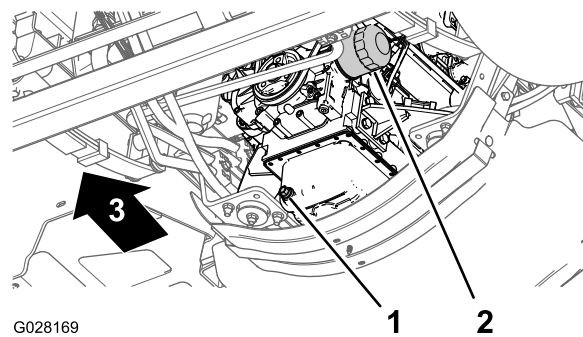

图 67
3. 在机油滤清器下放一个放油盘图 67。
4. 拆下旧机油滤芯图 67。
8. 将机油滤清器安装到滤清器安装座上顺时针旋转机油滤清器直至橡胶垫片接触到滤清器安装座然后再将滤清器拧紧 1/2 圈图 67。
1. 对齐排放塞下的排放盘图 67。
2. 拔掉排油塞 (图 67)让机油完全排出。